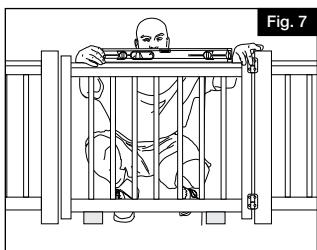

Fig. 7
- a. Placer la barrière à la hauteur désirée sur le poteau. Les traverses horizontales sur la barrière doivent être alignées sur les traverses horizontales de la rampe (Fig. 7).